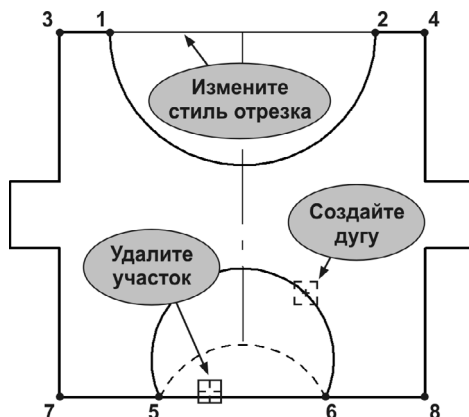

Рис. 30.10. Построение детали
Его стиль будет изменен (рис. 30.10).
2. В ответ на запрос **Укажите начальную точку дуги** укажите точку 5 (рис. 30.10).